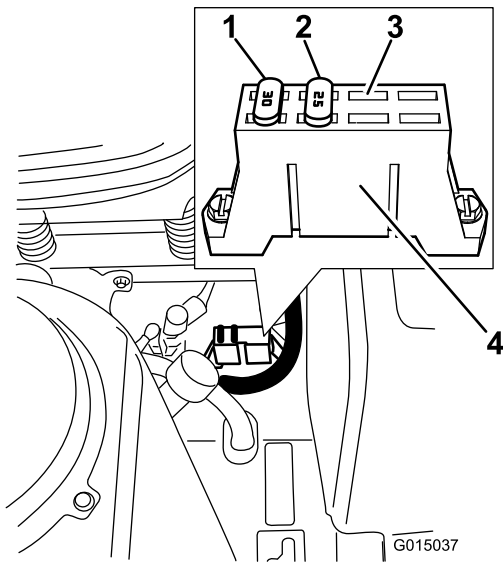

Figura 55
1. I fusibili sono posizionati sulla consolle destra vicino al sedile (Figura 55).
3. Montate un fusibile nuovo dello stesso amperaggio di quello rimosso (Figura 55).